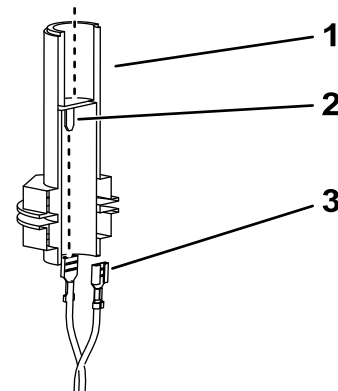

Figura 9
4. Ligue os conectores soltos da cablagem do farol rotativo aos terminais espada da tomada do farol rotativo (Figura 9).